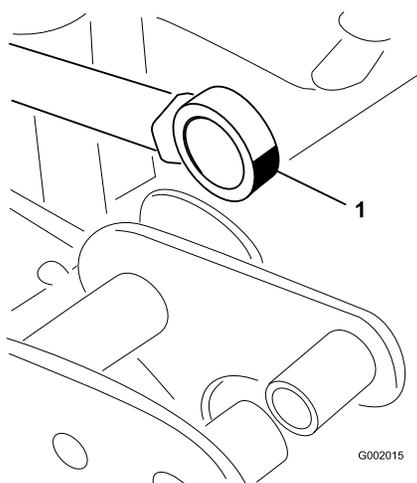

Figura 44
- Manipolate il lato cuscinetto dell'asta dell'attuatore ed inserite il grasso nel cuscinetto (Figura 44). Tergete il grasso superfluo.